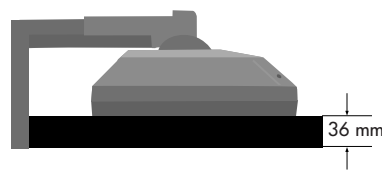

Figure S.1
3. Placez l'écran face vers le bas sur une surface non-abrasive dans la position paysage. Placez l'écran sur une plate-forme de 36 mm minimum de manière à ce que le support soit parallèle à la surface (Figure S.1).